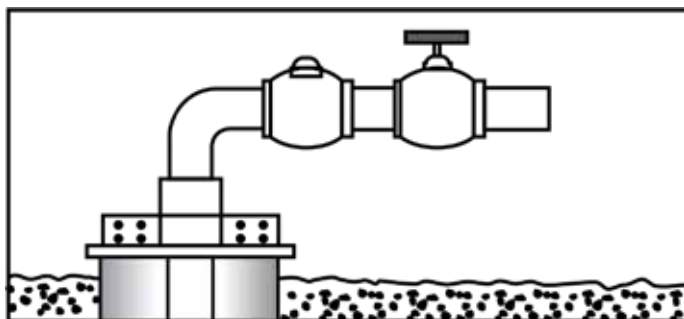

Figura 13.1: Montagem do cavalete
- Após a instalação deve-se montar o cavalete (curva de saída, a válvula de retenção, o registro, etc.) figura 13.1.